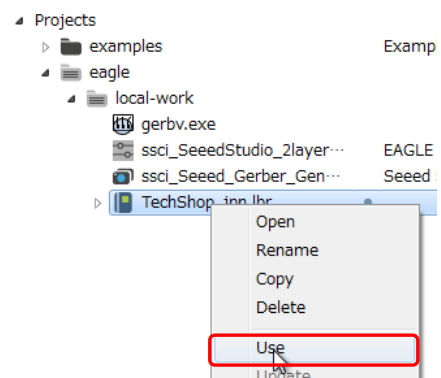

図 1
- (3) TechShop_tky.lbr の使用
- ① EAGLE を起動します。
- ② Projects → eagle → local-work とダブルクリックして進みます。図 1
- ③ TechShop_tky.lbr を右クリックし、プルダウンメニューの Use をクリックします。図 1